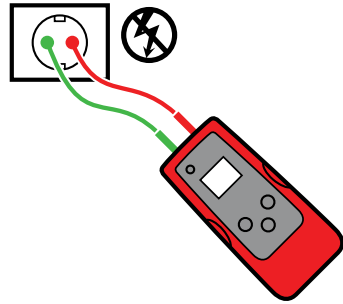

Abbildung 3.5a
3. Schließen Sie rote und grüne Messleitung an Außenleiter und Neutraleiter derselben Steckdose oder desselben Kabels an (siehe Abbildung 3.5a).*